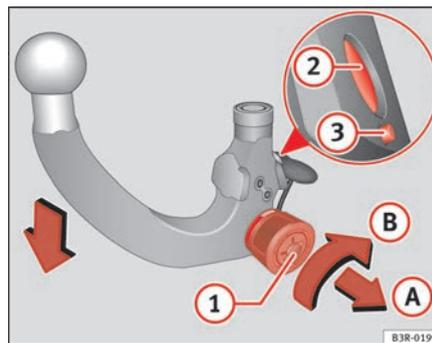

Fig. 160 Dispositif d'attelage amovible : précontrainte de la boule d'attelage
- Introduisez la clé ① ⇒ page 208, fig. 160 dans la serrure de la molette puis tournez-la vers le repère rouge.
- Sortez la molette dans le sens de la flèche A et tournez-la ensuite, en position tirée, dans le sens de la flèche B jusqu'à crantage du pivot de verrouillage ② et la sortie (visible) du pivot de déclenchement ③ ⇒ ⚠.